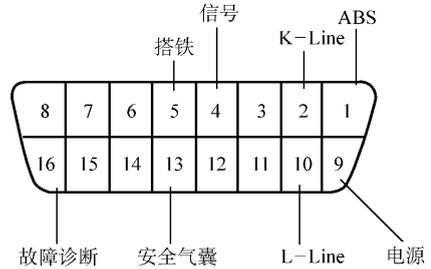

图 7-1 将诊断仪器连接到诊断插座上
(1) 点火开关 OFF。如图 7-1 所示，将诊断仪器连接带诊断插座上。
(2) 点火开关 ON。使用诊断仪器按提示读取或清除故障码。
(3) 根据诊断卡进行维修。分离诊断仪器。